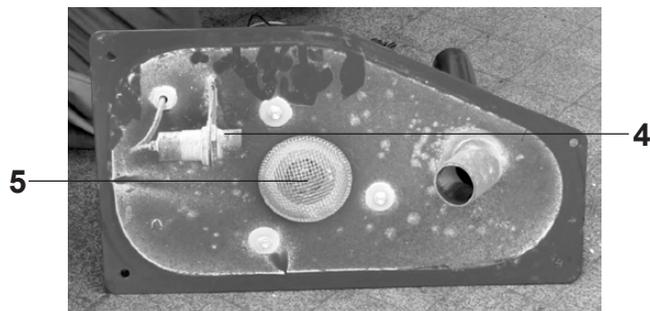

Fig. 16
4. Pulire il sensore del livello di riempimento (4, Fig. 16) e controllare la presenza di eventuali danni al cavo del sensore.
5. Pulire la griglia della turbina di aspirazione (5, Fig. 16).
7. In sede di rimontaggio, il profilo di tenuta (3, Fig. 16) non deve essere compresso troppo; non serrare troppo saldamente i dadi ad alette.